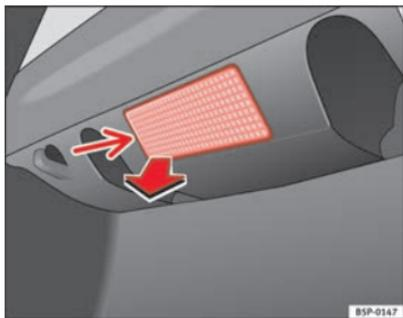

Abb. 148 Gepäckraumbeleuchtung
- Das Lampenglas der Glühlampe durch Druck mit einem Schraubendreher auf dessen Innenkante -Pfeil- abnehmen ⇒ Abb. 148.